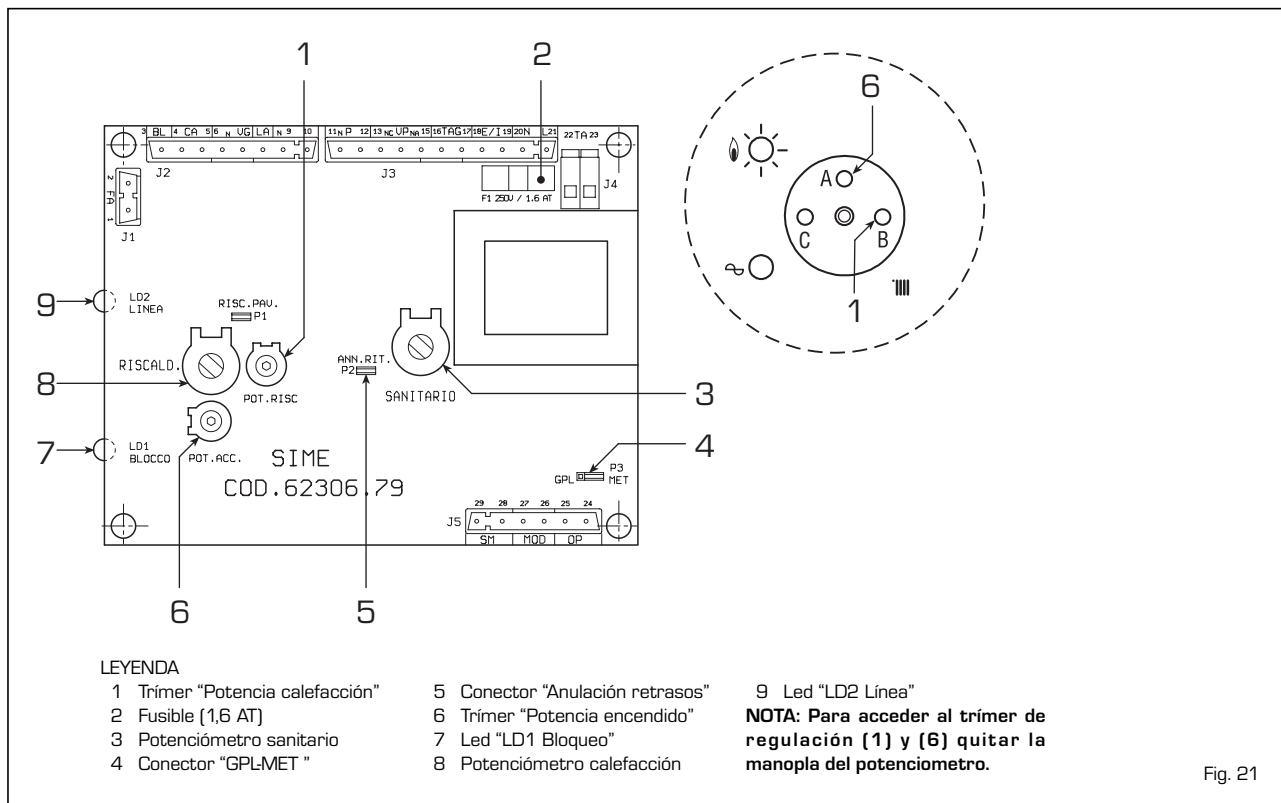

Fig. 21
El campo de regulación se encuentra entre 40 y 80°C. La potencia de calefacción puede variarse en función de las necesidades de la instalación regulando el trimer (1 fig. 21). Al comenzar cada ciclo de trabajo, después del tiempo de encendido lento de aproximadamente 5 segundos, la caldera trabaja a la potencia de calefacción programada.
La ficha electrónica está provista de leds de control que señalan un funcionamiento irregular y/o no correcto de la caldera. Los leds se encuentran en la ficha y llevan las definiciones siguientes (fig. 21):
- Trimer "POT. RISC." (1 fig. 21)
- **Trimer "POT. ACC."** (6 fig. 21)
- **Conector "GPL-MET"** (4 fig. 21)
- **Conector "ANN. RIT."** (5 fig. 21)
Para efectuar la regulación de la potencia de calefacción, modificando la regulación de fábrica cuyo valor de potencia se encuentra alrededor de los 16 kW, es necesario actuar con un destornillador en el trimer potencia calefacción (1 fig. 21).